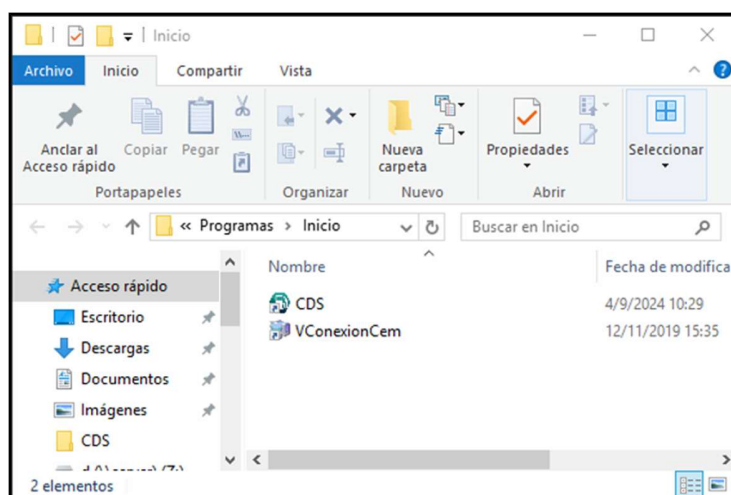

Imagen 4
- **“Cambiar configuración”**: Se regresará a la ventana de configuración (Imagen 4), en caso de que se quiera revisar algún dato y cambiarlo si es necesario.